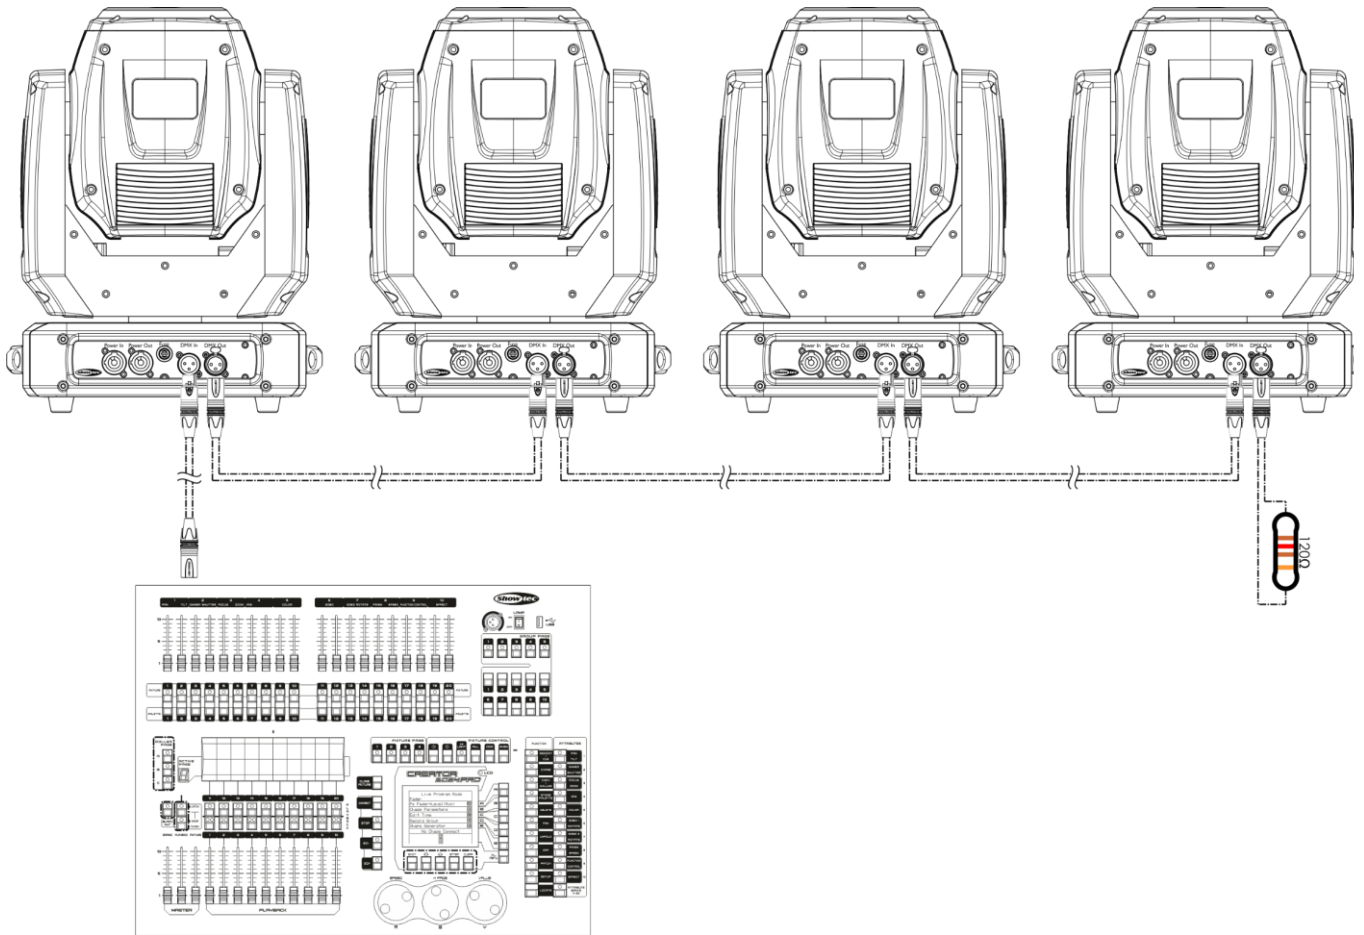

Fig. 09
- 04) Collegare le unità come indicato nella Fig. 09. Collegare la presa DMX "out" della prima unità alla presa DMX "in" della seconda unità, servendosi di un cavo di segnale DMX. Ripetere questo processo fino a collegare la seconda, la terza e la quarta unità.